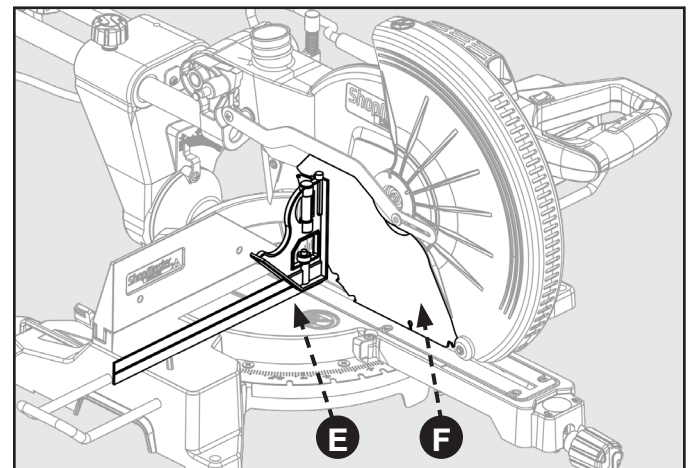

FIGURA 12
Consulte la Figura 12.
9. El borde de la escuadra y la hoja de la sierra deberán estar paralelo, tal como se muestra en la Figura 12.